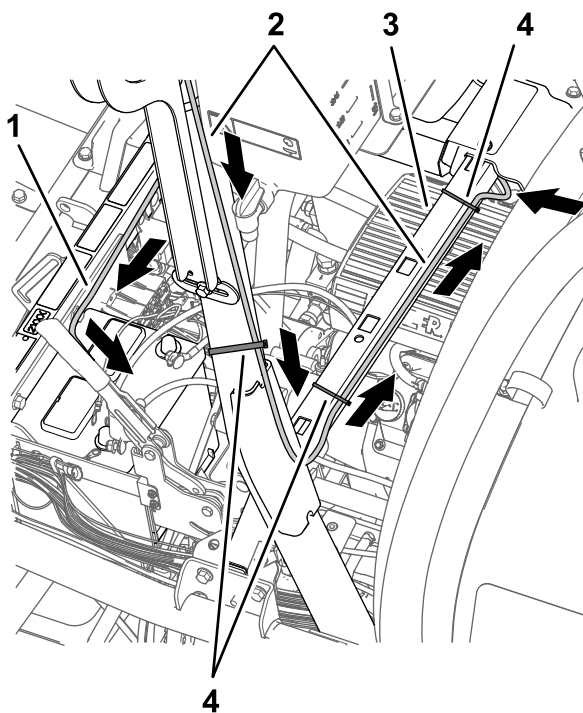
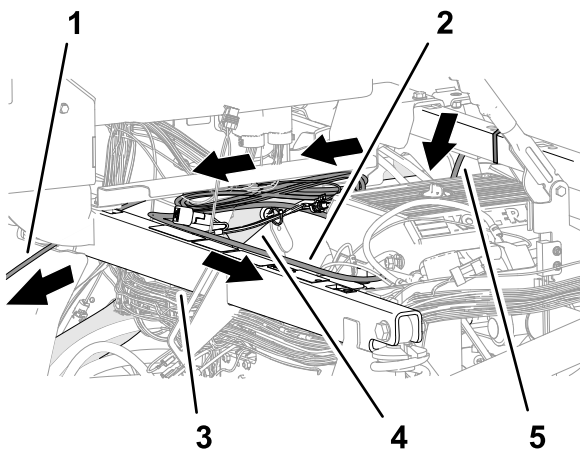

Рисунок 200
Рисунок 202
- Проложите жгут проводов передачи данных и жгут проводов аккумуляторной батареи вниз по задней части левой вертикальной защитной дуги к поперечине опоры сиденья (Рисунок 200).
2. Прикрепите ответвление жгута проводов передачи данных для навигационного приемника длиной 390 см к защитной дуге, как показано на Рисунок 200.
5. Проложите жгут проводов передачи данных и жгут проводов аккумуляторной батареи через поперечину опоры сиденья и прикрепите ответвление жгута проводов передачи данных длиной 390 см к поперечине с помощью двух кабельных стяжек (Рисунок 200 и Рисунок 202).
6. Ответвление жгута проводов аккумуляторной батареи вдоль правой верхней трубы рамы (Рисунок 202) длиной 220 см.
7. Ответвление жгута проводов аккумуляторной батареи длиной 220 см через опорную трубу амортизатора по направлению к аккумуляторной батарее (Рисунок 202).
8. Проложите ответвление жгута проводов передачи данных (жгута проводов с 26-гнездовым разъемом) длиной 220 см под пультом управления и в направлении приборной панели (Рисунок 202).